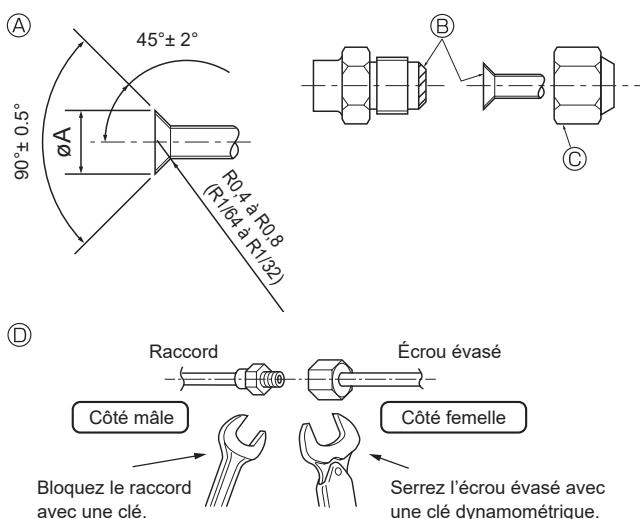

Fig. 4-1
4.2. Connexion des tuyaux (Fig. 4-1)
- Évasez les extrémités des tuyaux de réfrigérant. ④
- Appliquez de l'huile de réfrigérant sur toute la surface évasée du fond. ⑤
- Utilisez les écrous évasés en procédant comme suit. ⑥
- Utilisez 2 clés pour serrer les connexions des tuyaux. ⑦